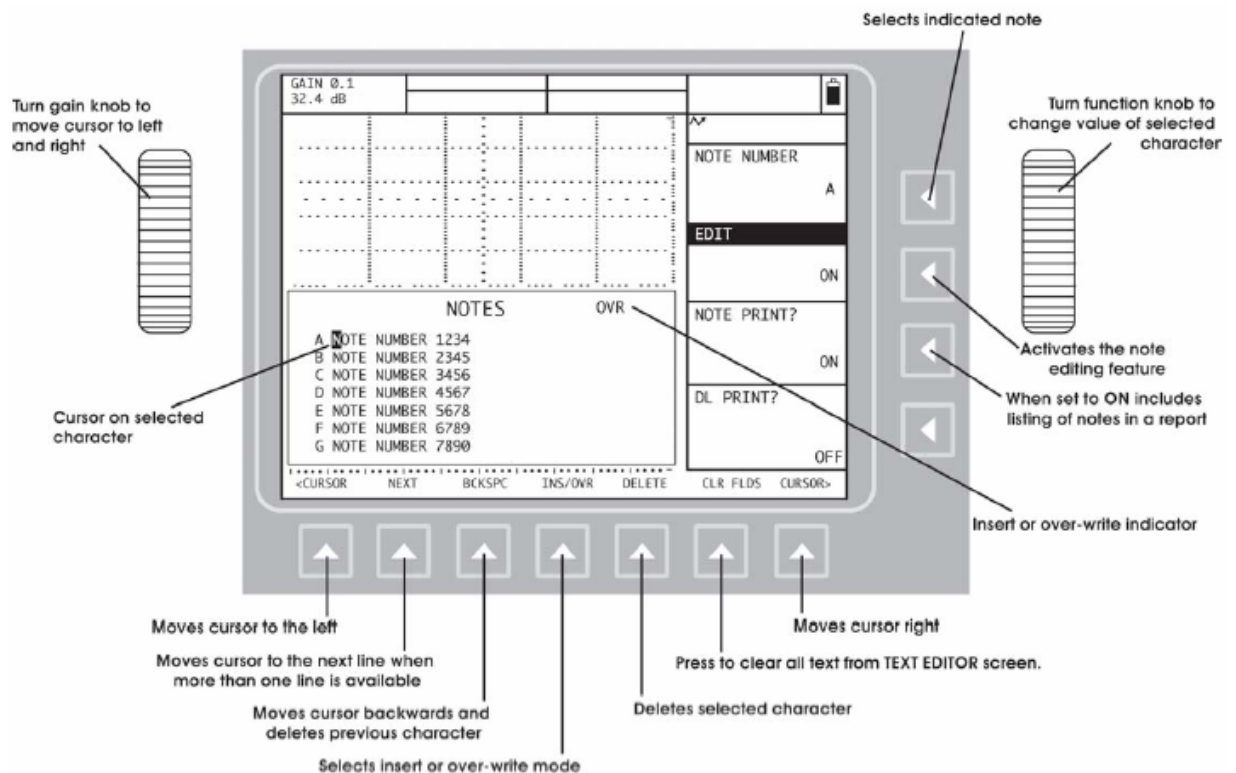

Figura 5-6 La pantalla “Text Entry” permite al usuario crear o editar notas, encabezados de reportes, nombres de archivos y otras características alfanuméricas.
Paso 3 – El usuario puede notar que el fondo de la pantalla contiene siete notas (Nota A hasta la G). Una o más notas pueden ser creadas usando la característica “Text Entry” (Ver descripción en la Figura 5-6).